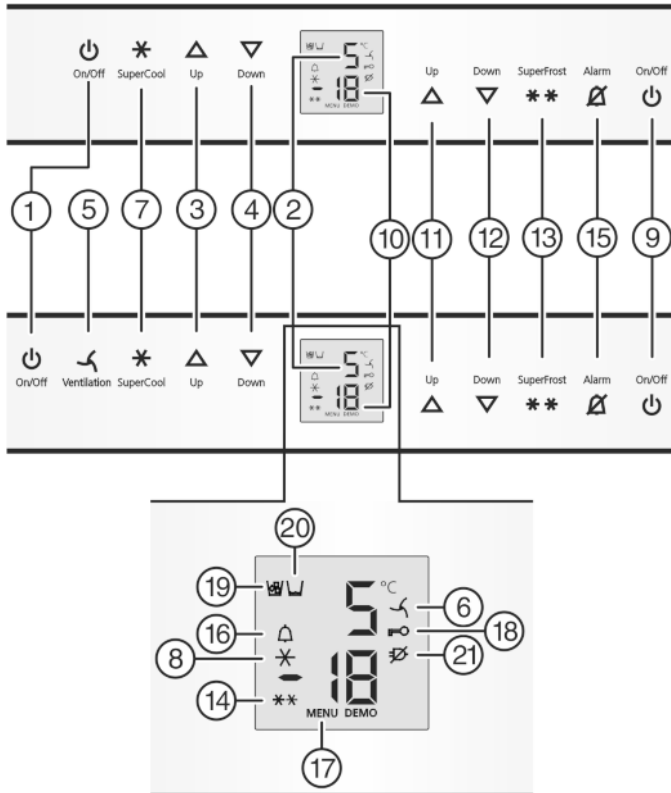

Fig. 2
- ▶ Taste On/Off Gefrierteil Fig. 2 (9) drücken.
- ▶ Taste On/Off Kühlteil Fig. 2 (1) drücken.
- ▷ Kühlteil ist eingeschaltet: Temperaturanzeige Kühlteil Fig. 2 (2) leuchtet. Beim Öffnen der Kühlteiltür geht die Innenbeleuchtung an.
- ▶ Einstellmodus aktivieren: Taste SuperFrost Fig. 2 (13) ca. 5 s drücken.
- ▷ Das Symbol Menu Fig. 2 (17) leuchtet.
- ▶ Die Taste SuperFrost Fig. 2 (13) kurz drücken, um zu bestätigen.
- ▶ Zum Einschalten der Kindersicherung Taste SuperFrost Fig. 2 (13) kurz drücken.
- ▷ Das Symbol Kindersicherung Fig. 2 (18) leuchtet. In der Anzeige blinkt **c**.
- ▶ Zum Ausschalten der Kindersicherung Taste SuperFrost Fig. 2 (13) kurz drücken.
- ▷ Das Symbol Kindersicherung Fig. 2 (18) erlischt. In der Anzeige blinkt **c**.
- ▶ Einstellmodus deaktivieren: Taste On/Off Gefrierteil Fig. 2 (9) drücken.
- ▶ Taste Alarm *Fig. 2 (15)* drücken.
Gleichzeitig blinkt die Temperaturanzeige und das Symbol Alarm *Fig. 2 (16)*.
Der Tonwarner verstummt automatisch, das Symbol Alarm *Fig. 2 (16)* geht aus und die Temperaturanzeige hört auf zu blinken, wenn die Temperatur wieder ausreichend kalt ist.